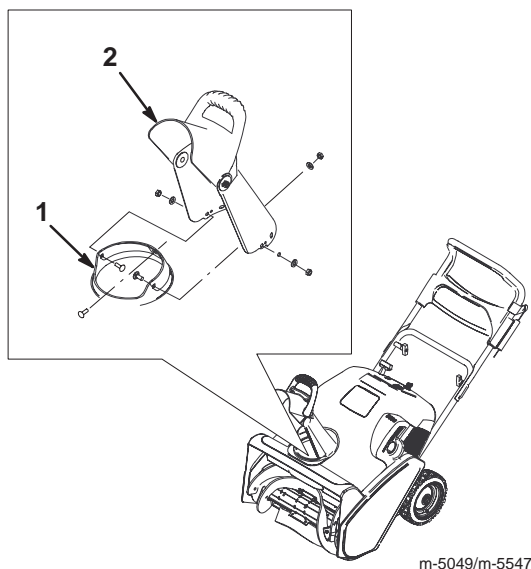

Figure 5
1. Placez l'éjecteur sur la couronne. Alignez le trou arrière de l'éjecteur et le trou au centre de la couronne (Fig. 5).
2. Introduisez une vis par l'intérieur de l'éjecteur jusqu'à ce qu'elle passe juste à travers le trou de ce dernier (Fig. 5).